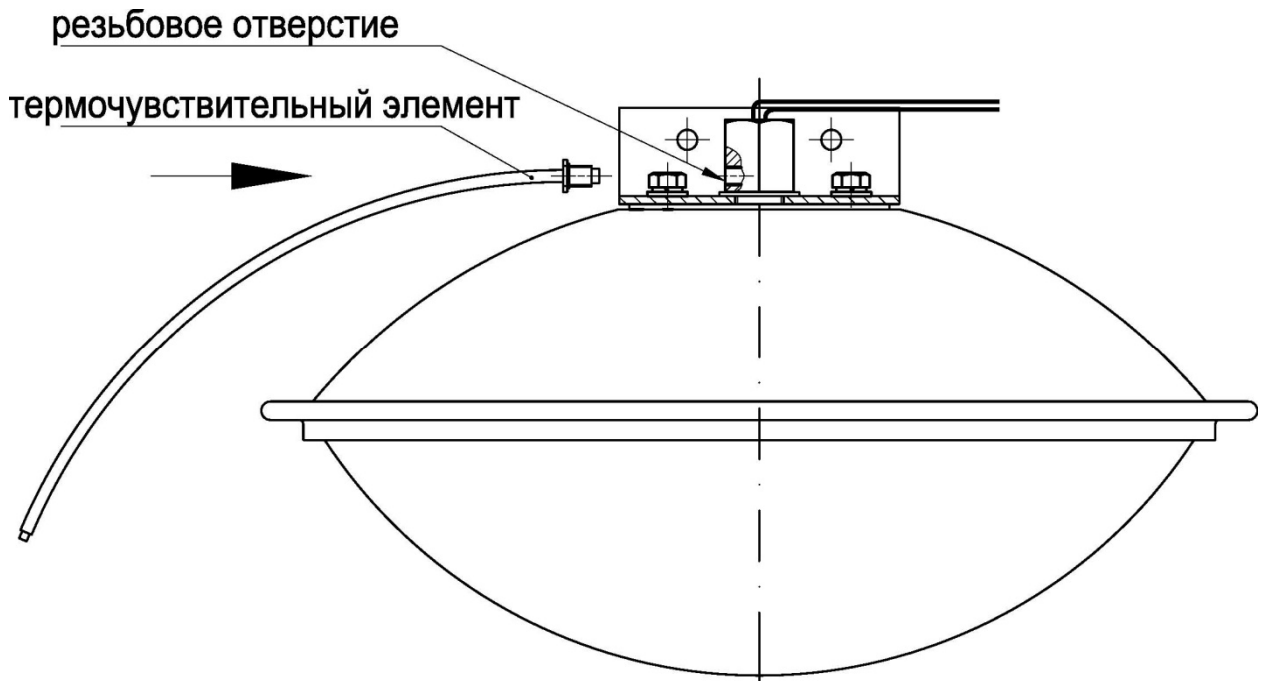

Рисунок 4. Замена поврежденного термочувствительного элемента или с истекшим сроком службы.
- 7.2.1 Замена поврежденного термочувствительного элемента или с истекшим сроком службы (см. рис. 4):